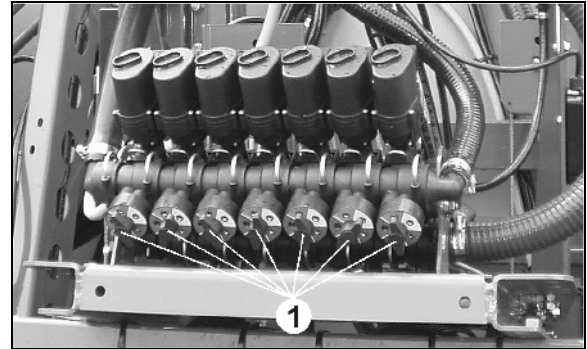
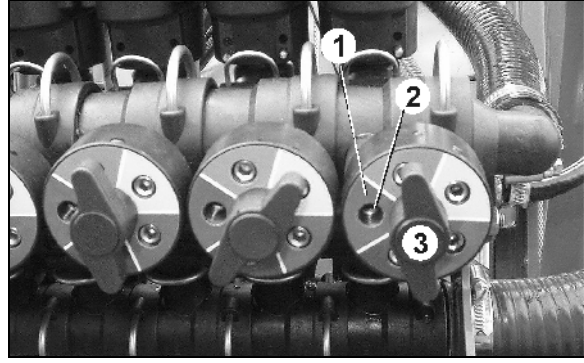

Fig. 3
Fig. 4
7. Eşit basınç skalalarının (Fig. 3/1) renkli işaretli alanları ilgili püskürtecın rengi ile aynıdır. Seçilen püskürtme memesinin renkli alanı sola doğru bakmalıdır (Fig. 4/1).
8. Eşit basınçlı armatürün ön ayarını başsız cıvatalar (Fig. 4/2) üzerinden yapınız.
- o Bu kısmı genişlik valfına atanan eşit basınçlı tertibatın başsız cıvatasını (Fig. 4/2), püskürtme basıncı göstergesi tam olarak 4 bar'lık püskürtme basıncını tekrar gösterene kadar çeviriniz. Ardından bu kısmı genişliği açınız.
10. İlgili meme için eşit basınç ön ayarından sonra, eşit basınç bir meme değişiminden sonra, eşit basınç skalası atanan meme rengine çevrilerek tekrar oluşturulabilir. Bunun için kelebek somunu (Fig. 4/3) çözünüz - eşit basınç skalasını öne çekiniz ve çeviriniz - kelebek somunu sıkınız.